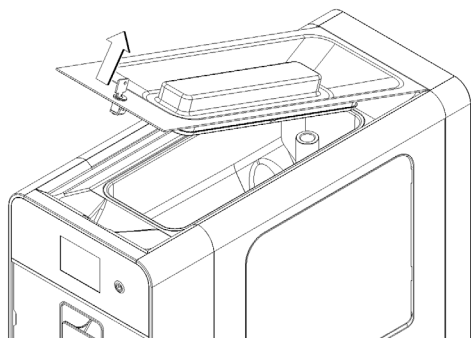

figura 16
- 1 Quite la tapa superior. (ver figura 16) Si la tapa tiene